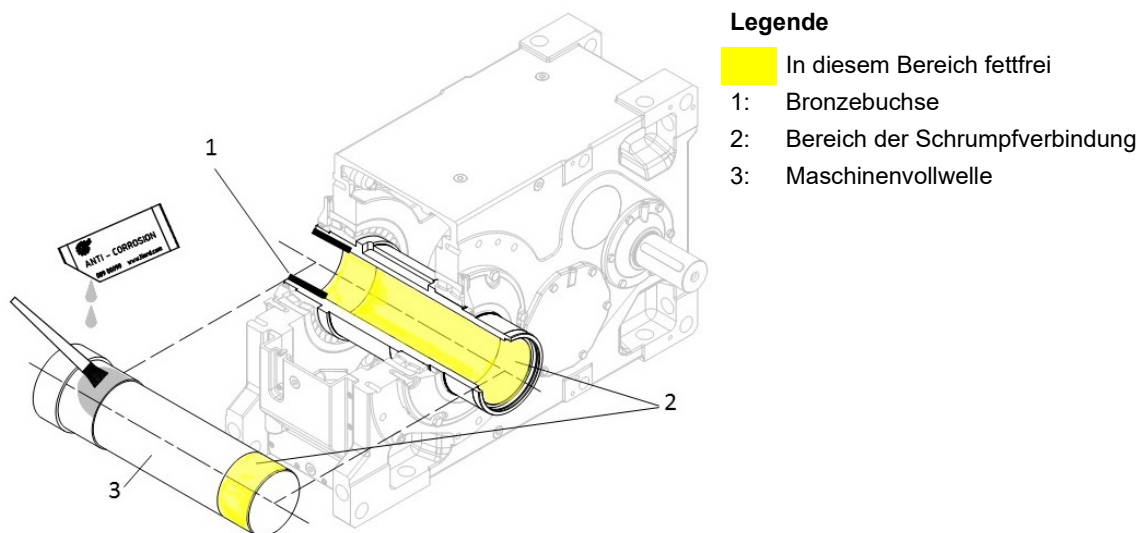

Abbildung 14: Montage der Maschinenvollwelle bei Sonderhohlwellen mit Schrumpfscheibe
- b. Im Fall einer Sonderhohlwelle mit Bronzebuchse sollte die Maschinenvollwelle in dem Bereich eingefettet werden, welcher später Kontakt mit der Buchse in der Getriebehohlwelle hat (Abbildung 14). Der Spansitz der Schrumpfscheibe ist unbedingt fettfrei zu halten.